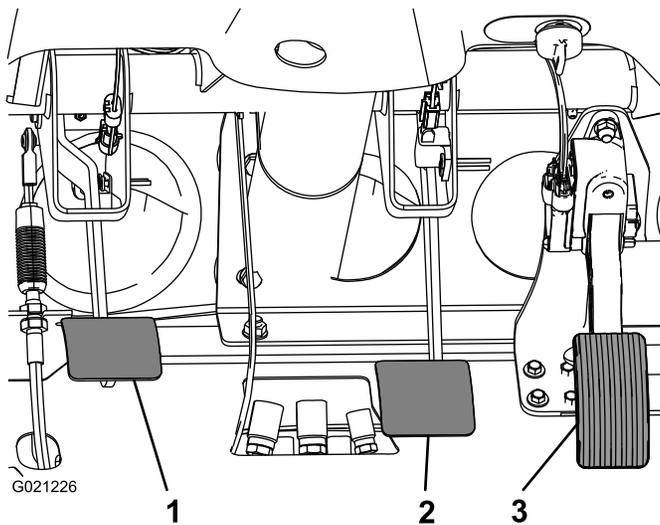

Figura 63
2. Levante o pedal de travão (Figura 63) até que este entre em contacto com a estrutura.
3. Liberte as porcas de segurança que fixam a culatra ao eixo do cilindro principal (Figura 63).